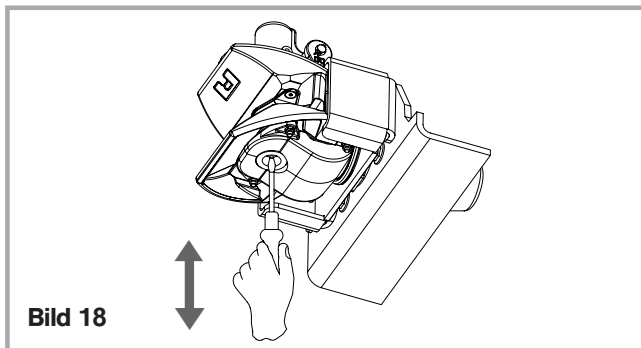

Bild 18
- Kopplingsbultens höjds spel (se bild 18) får ej överstiga **1,8 mm**.